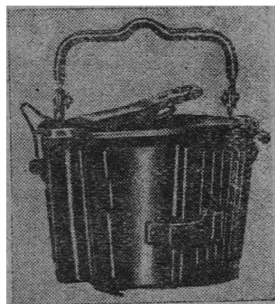

Рис. 11. Барабан для ленты с 50 патронами
5. Установить барабан с лентой (рис. 11), поддерживая нижний приемник.